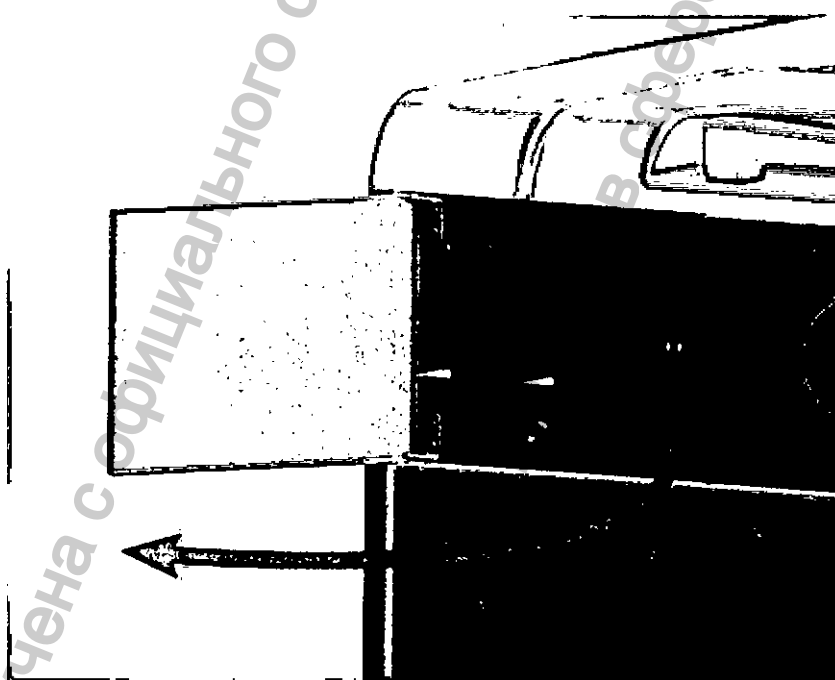

Рисунок 4.1. Открытие отсека угольного фильтра
1. Откройте дверцу отсека угольного фильтра (рисунок 4.1).